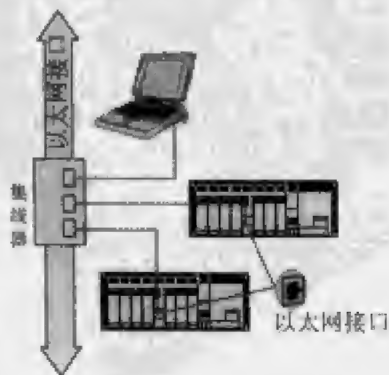

图 15-21 EtherNet/IP 网络
- ❑ **以太网 (EtherNet):** 以太网是一种流行的全厂范围内的信息网络,它为实现计算机和其他以太网设备之间的高速数据交换而设计。以太网的优势在于可以采用大量的产品进行长距离的通信传输,而这些产品有众多的制造厂家供应。以太网工业协议 (EtherNet/IP) 是一种开放的工业网络标准,它支持实时 I/O 通信和数据交换 (如图 15-21 所示)。这种协议的出现是由于迫切需要将以以太网用于控制领域。以太网伴随一系列的规则,支配它的基本运行功能。以太网中,只要网络没有被使用,任何计算机都可以在网络上发送数据。如果两个计算机想要同